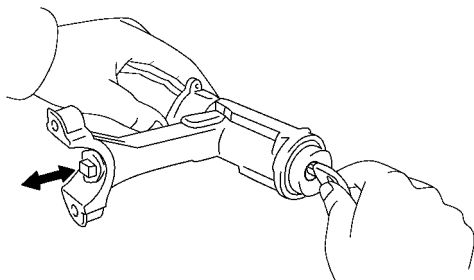

图 16-13 检查转向锁紧机构的动作是否正常
(1) 检查上托架。检查转向锁紧机构的动作是否正常,如图 16-13 所示。